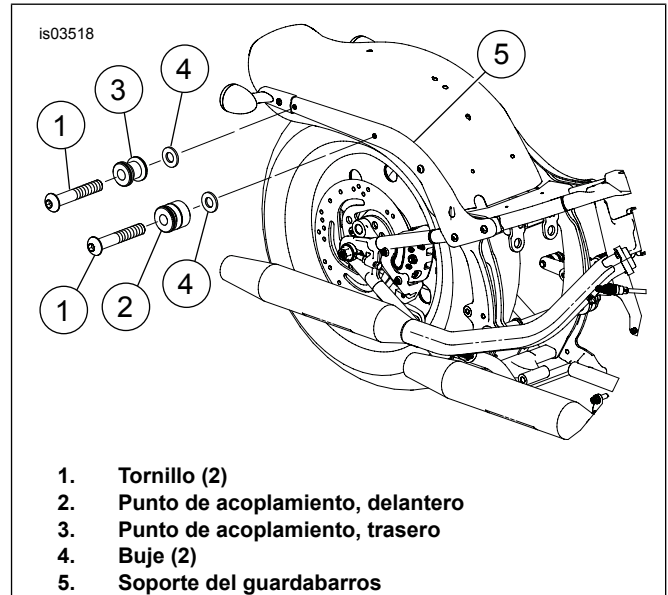

Figura 1. Elementos de sujeción existentes (con puntos de acoplamiento)
2. *Puntos de acoplamiento ya instalados:* Vea la Figura 1. Extraiga los tornillos (1), el punto delantero de acoplamiento (2), el punto trasero de acoplamiento (3) y los bujes (4) del soporte del guardabarros (5). Deseche los tornillos pero guarde los puntos de acoplamiento y los bujes para la instalación del kit. *Puntos de acoplamiento no instalados previamente:*